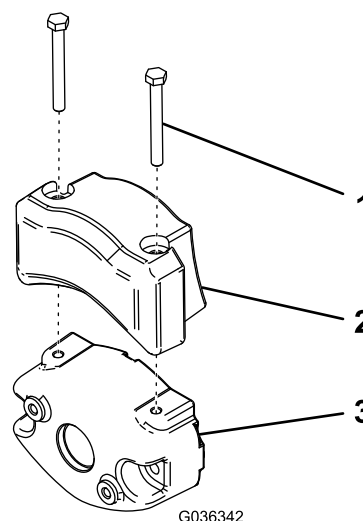

**Figura 46**
**Importante:** Quando occorre inclinare l'elemento di taglio, sostenete la parte posteriore dell'elemento per garantire che i dadi sulle viti di regolazione della barra di appoggio non poggino sul piano di lavoro (Figura 46).